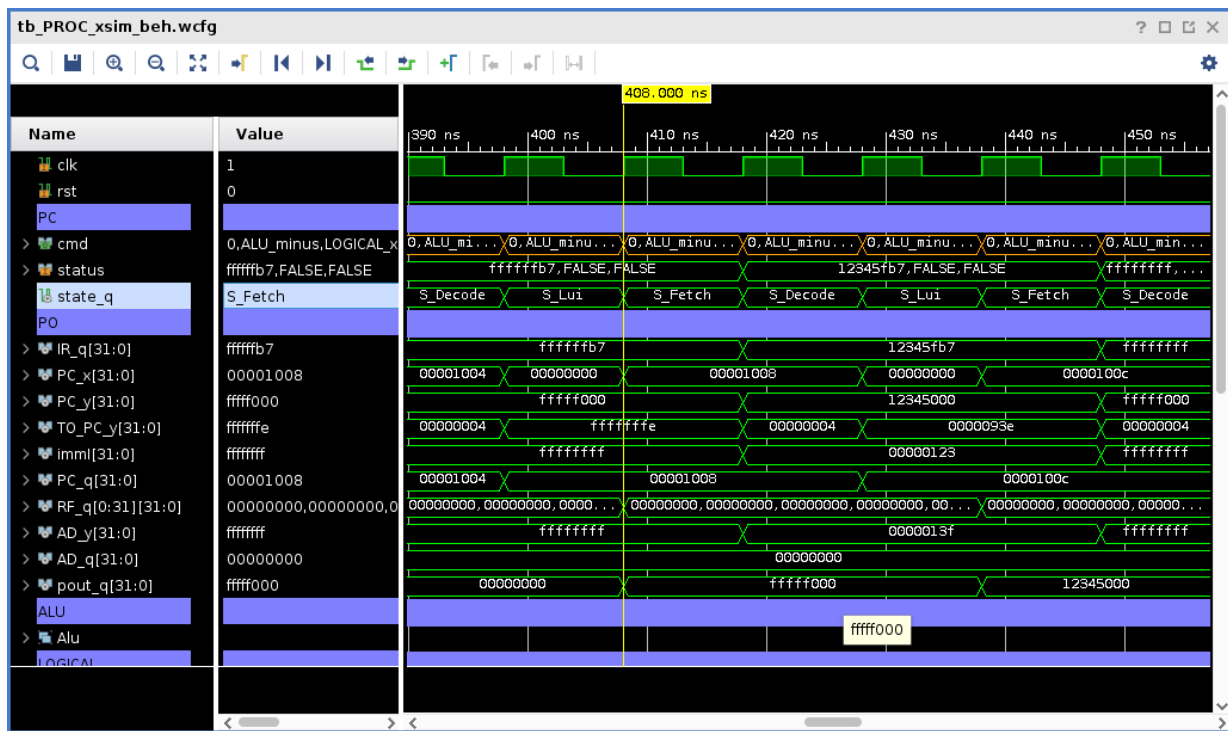

Figure 2 – Validation des résultats de l'instruction lui par simulation
- Validez les résultats de votre instruction (voir Figure 2). Observez les transitions de l'état `state_q` ainsi que la sortie `pout_q` (la même du `RF31`)